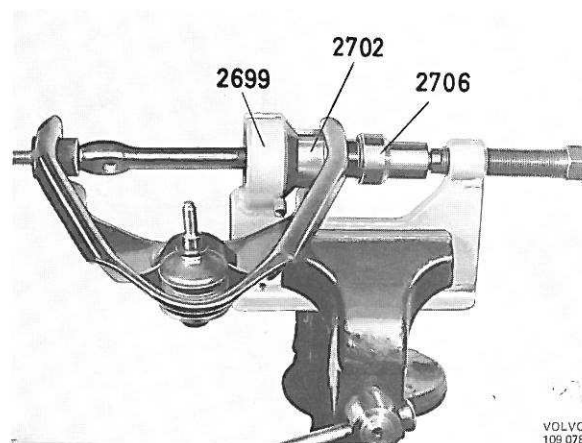

Figure 40. Montage de la deuxième bague, triangle supérieur de commande.
4. Monter l'axe du triangle de commande et enfoncer la deuxième bague avec la douille 2702 et le mandrin 2706 comme indiqué sur la figure 40. Veiller à ce que l'axe soit introduit dans l'ouverture de la douille.
5. Remonter les rondelles (3) et les écrous (4). Le serrage des écrous se fait après la mise en place du triangle de commande.